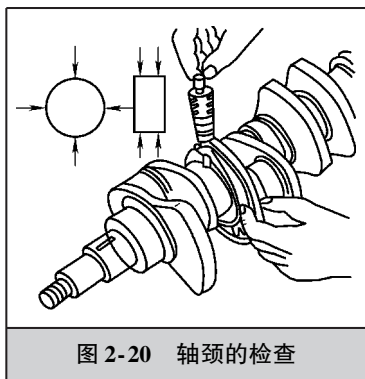

图 2-20 轴颈的检查
(2) 曲轴轴径磨损的检验 首先检视轴颈表面有无擦伤沟痕或烧伤，然后用千分尺测量主轴颈和连杆轴颈的圆度和圆柱度误差，如图 2-20 所示，分别计算同一轴颈的两个横截面上的最大与最小直径差的一半为该截面的圆柱度误差，取其大的表示该